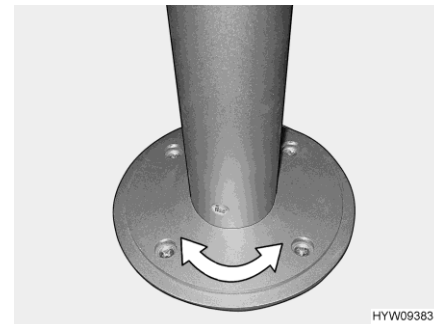

Fig. 107 Pied de table colonne (pivotant) (dépendant du modèle)
- Tourner le plateau de table dans la position désirée. Un certain effort est pour cela nécessaire car le plateau de table tourne dans le sens inverse de la résistance au frottement sur le pied de table colonne (Fig. 107).